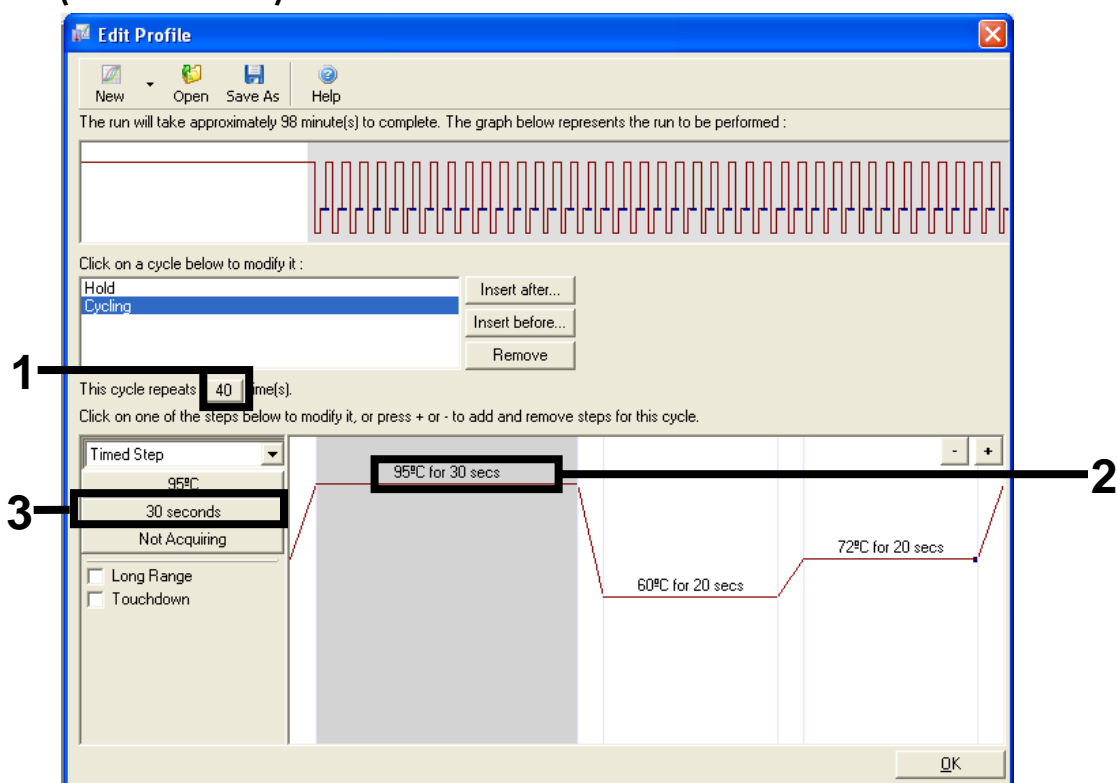

Ilustración 6. Paso de ciclado a 95 °C
9. Cambie el número de repeticiones de ciclo a 40. Seleccione el primer paso y establezca el valor en 95°C for 30 secs (95 °C para 30 s) (Ilustración 6).